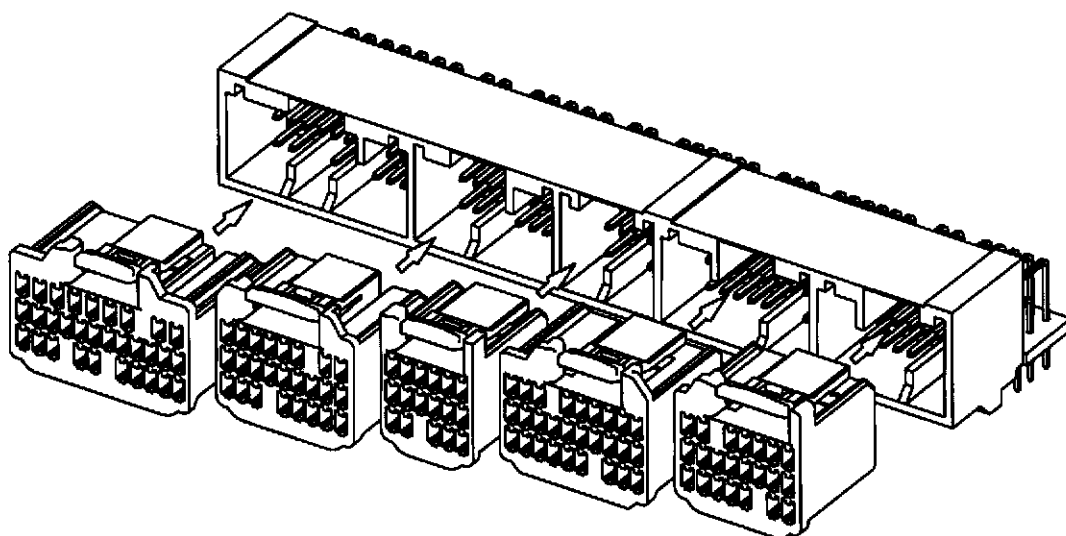

Fig.16
- (3) 指定のメス・ハウジングをオス・コネクタに Fig.16 のような向きにまっすぐ挿入してください。「パチン」と音がしてそれ以上押し込むことができれば嵌合は完了です。挿入できない場合は、無理に押し込まず、(1)、(2) の項目を再度確認してください。